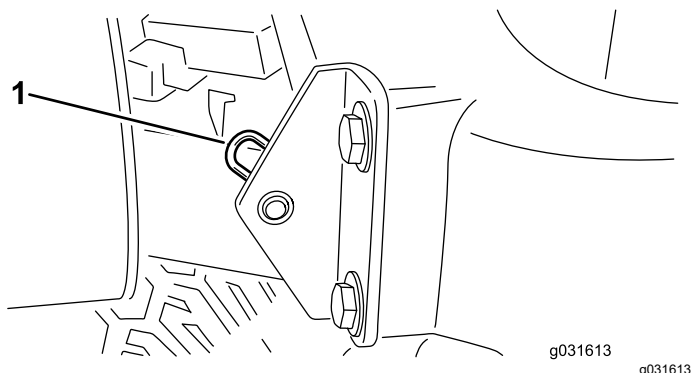

Figure 41
2. Retirez la goupille fendue qui fixe le pivot de capot aux supports (Figure 41).